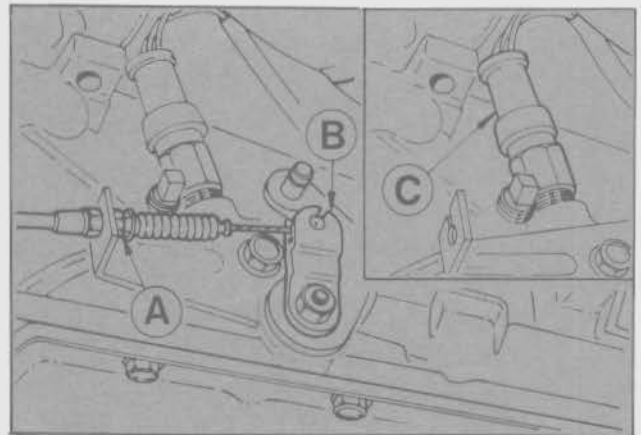

Fig. 22 - A. Tuerca de seguridad
- Retirar el extremo del cable de cambio de aceleración forzado de la palanca de entrada a la caja. Para ello aflojar la tuerca de seguridad y retirar el cable por la ranura del soporte (Fig. 22).
- Desprender el conector eléctrico del interruptor de marcha atrás y arranque (Fig. 22).